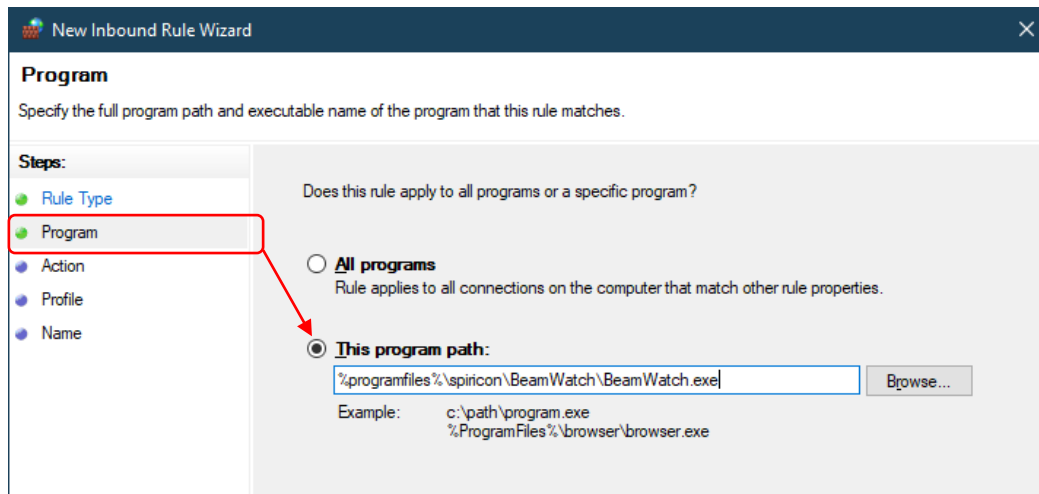

Abbildung 129: Programmseite für neue Inbound Regel
4. Wählen Sie **Program** auf der Seite **Rule Type** (Abbildung 129).